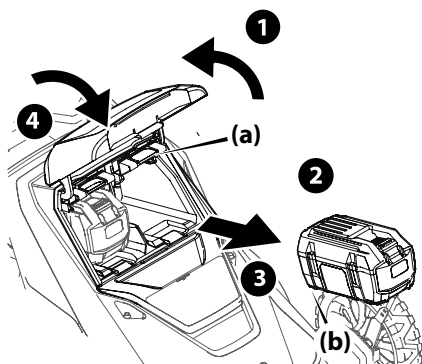

Figure 14
2. Appuyez sur la languette (a). Voir l'encadré de la Figure 14.